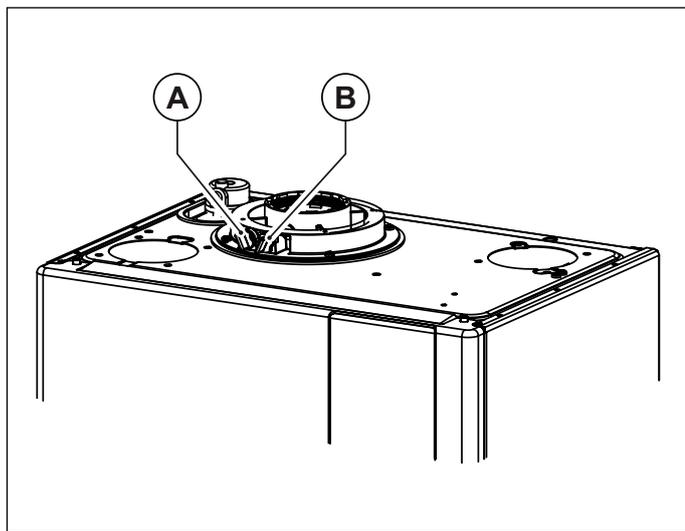
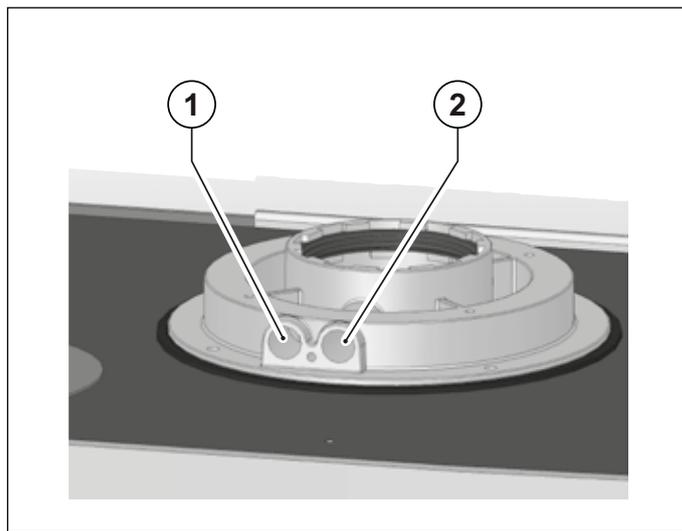

Fig. 15 Position bouchons
Fig. 16 Position trous
La chaudière est munie d'une tourelle pour le raccordement des conduits d'aspiration air/évacuation des fumées (voir Fig. 15 Position bouchons e Fig. 16 Position trous).
Dans la tourelle ont été réalisés des trous pour l'accès direct de l'air comburant et pour l'évacuation des fumées (voir Fig. 15 Position bouchons).
Avant d'effectuer les mesures enlever les bouchons **A** et **B** des trous qui se trouvent sur la tourelle (voir Fig. 15 Position bouchons).
- mesure de l'air comburant prélevé dans le trou relatif **1** (voir Fig. 16 Position trous).
- mesure de la températures des fumées et du CO₂ prélevé dans le trou relatif **2**(voir Fig. 16 Position trous).